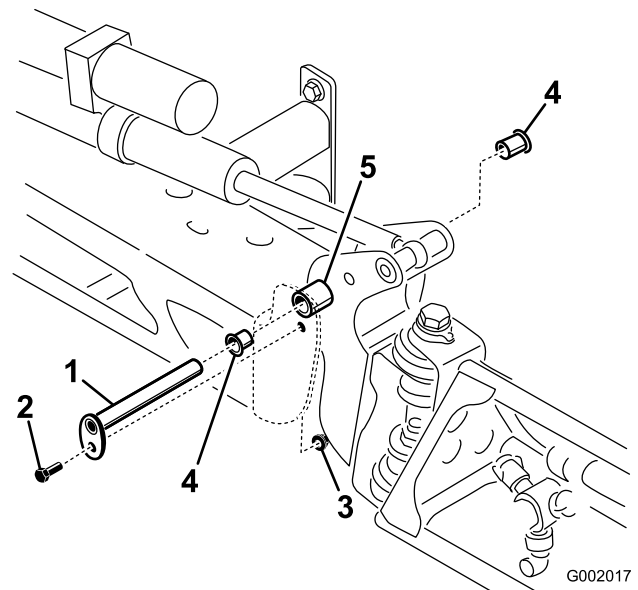

Figura 54
3. Con el peso del brazo apoyado, retire el perno y la tuerca que fijan el pasador de giro al conjunto del brazo (Figura 54). Retire el pasador de pivote.
5. Retire los casquillos de nylon desde delante y desde detrás del soporte del pivote e inspecciónelos (Figura 54). Sustituya cualquier casquillo dañado.
7. Instale el conjunto de brazo y soporte del pivote en el bastidor central, alineando los orificios (Figura 54).